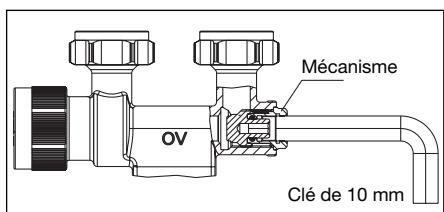

Fig. 7 Vidange / Remplissage
2. Desserrer le mécanisme ($\frac{1}{4}$ de tour au maximum) à l'aide de la clé à six pans de 10 mm en la tournant vers la gauche (voir fig. 7).
3. Dévisser l'outil de manœuvre du raccord et serrer le mécanisme à l'aide d'une clé à six pans de 10 mm (10 Nm au maximum) (voir fig. 7).
1. Fermer le raccord en tournant le mécanisme vers la droite (voir fig. 7) à l'aide d'une clé à six pans de 10 mm (10 Nm au maximum).